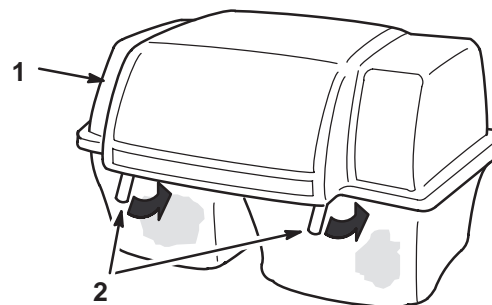

Bild 8
3. Senken Sie die Abdeckung des Heckfangsystems auf die Körbe ab. Drücken Sie dann beide Haltegriffe der Grasfangkörbe nach unten, bis sie auf dem Korbrahmen einrasten (Bild 8).